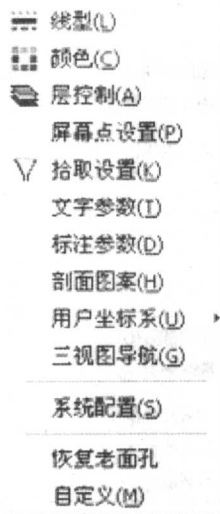

图 1-9 设置下拉菜单
(7) 设置 设置下拉菜单是对系统初始化环境和条件进行设置，其中包括线型、颜色、层控制、屏幕点设置、拾取设置、文字参数、标注参数、剖面图案、用户坐标系、三视图导航和系统配置等。为加快作图速度，系统将颜色和层控制两项图标加到属性工具栏中。图 1-9 所示为“设置”下拉菜单。